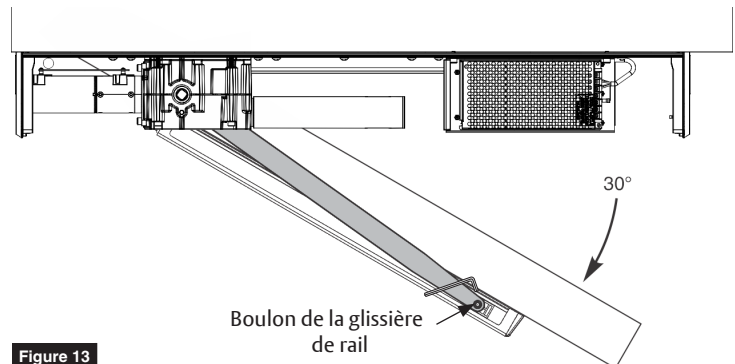

Figure 13
3. À l'aide d'une clé hexagonale, fixer le bras au pignon à l'aide d'une vis et d'un écrou. (Figure 13)
4. Ouvrez la porte d'environ 30 degrés et fixez le bras à la glissière dans le rail. Utilisez une clé hexagonale pour serrer le boulon de glissière dans le sens inverse des aiguilles d'une montre jusqu'à ce que la glissière soit serrée dans le bras. (Figure 13)